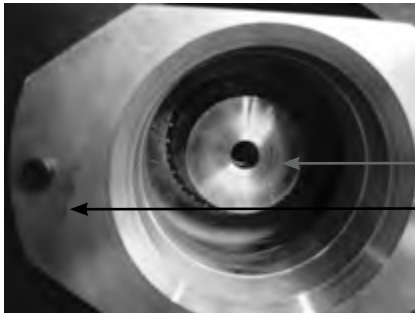

Fig. 9:
- Desatornille el tapón del encoder (llave SW4 o destornillador).- Desatornille el tornillo central (llave SW4) de fijación del encoder (referencia 3 fig. 9) en el eje motor.
- Introduzca la rondana de soporte del encoder (referencia 1 fig. 9) en la extremidad del árbol motor. Asegúrese de que esté colocada correctamente golpeando ligeramente con una llave y un martillo.
- Introduzca el encoder en la pieza de soporte (referencia 2 fig. 9) fijada en el freno, seguidamente apriete el tornillo central Chc M5 x 50 (llave dinamométrica SW4) a un valor de par de 5 Nm 0/+0,5 Nm. El Tornillo con bloqueo de rosca puede utilizarse como máximo 3 veces.